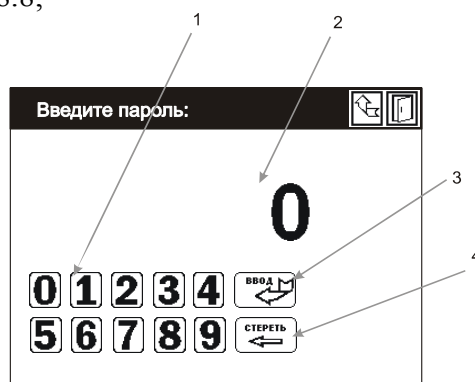
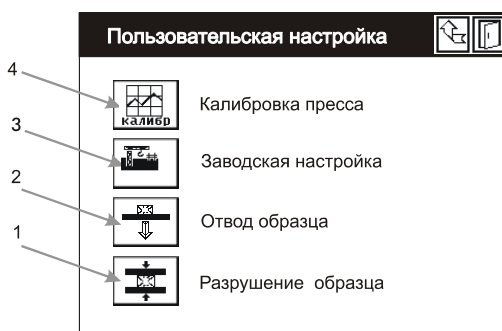
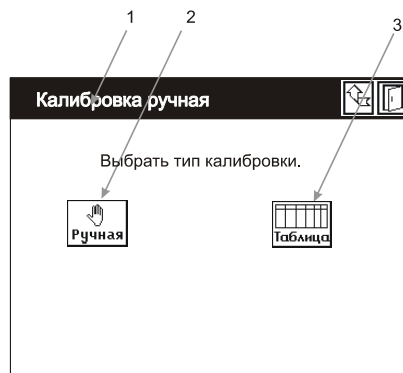

Рисунок 8.7. Ввод пароля.
Рисунок 8.8. Настройка.
Рисунок 8.9. Выбор вида калибровки.
- нажать кнопку «Пользовательская настройка» п.1 рис.8.6 , дисплей примет вид рис. 8.7;
- ввести пароль с помощью цифровых кнопок п.1 рис.8.7, после правильного ввода пароля дисплей примет вид рис.8.8;
- нажать кнопку «Калибровка пресса» п.4 рис.8.8 , дисплей примет вид рис. 8.9;
- нажать кнопку п.2 рис.8.9, дисплей примет вид рис.8.10;
8.2.4. Для коррекции показаний машины можно использовать калибровочную таблицу. Для просмотра или коррекции нажать кнопку п.3 рис.8.9 дисплей примет вид рис.8.12.